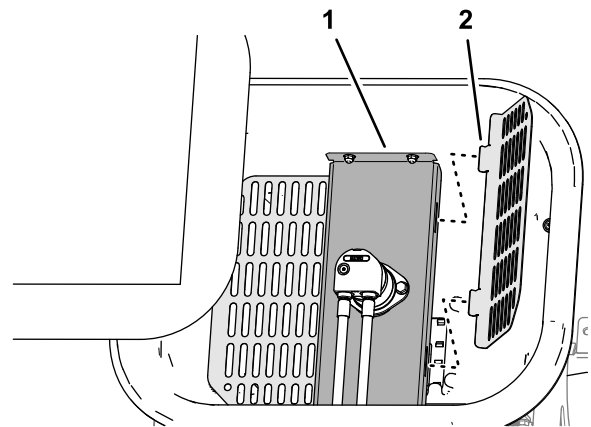

Figura 48
5. Gire las 2 rejillas de la tolva y retírelas de la bandeja de la tolva (Figura 48).